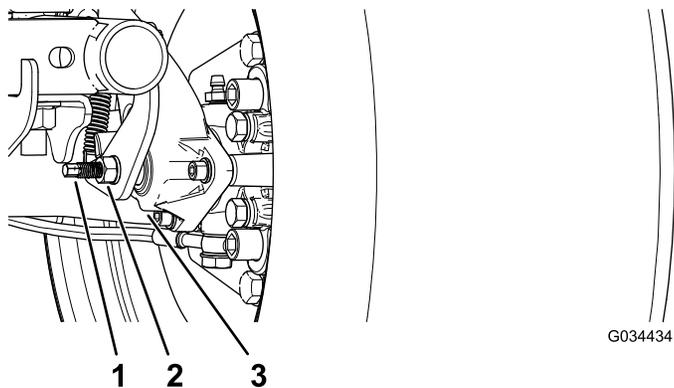

Рисунок 49
3. Используя два ключа, удерживайте регулировочный штырь на суппорте одним ключом и ослабьте контргайку на ¼ оборота другим ключом (Рисунок 49).
4. Удерживая регулировочный штырь и контргайку на месте, поверните регулировочный штырь для затягивания (Рисунок 49).
5. Удерживая регулировочный штырь и контргайку на месте, отверните штырь на $\frac{1}{4}$ оборота (Рисунок 49).
6. Удерживая регулировочный штырь и контргайку на месте, затяните контргайку (Рисунок 49).